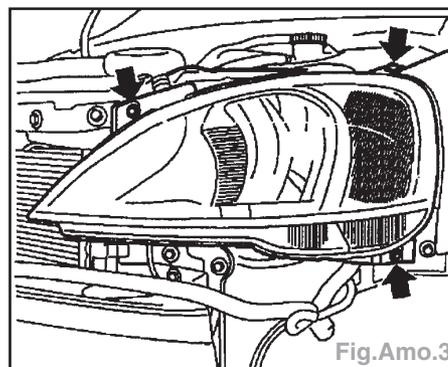

Fig.Amo.3
- Déposer les 3 vis (Fig.Amo.3).